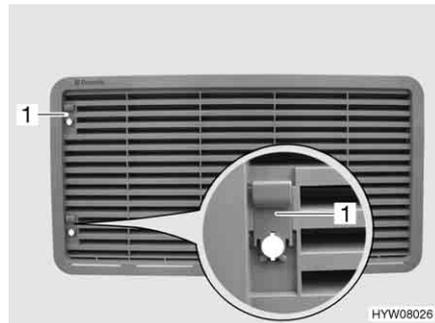

Fig. 167 Rejilla de ventilación del frigorífico (con corredera)
- Empujar la corredera (Fig. 167,1) hacia arriba.